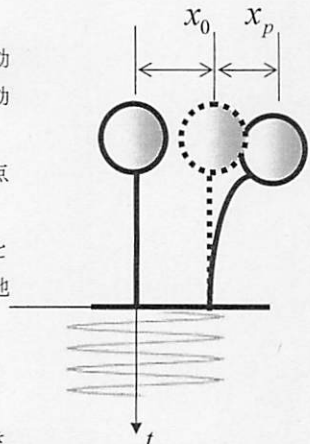

図2-2 線形1質点系
- (2) 図2-2に示す線形1質点系について下記の問に答えなさい。ただし、この1質点系の固有円振動数を ω とし、減衰定数は $h=0.1$ とする。
- (2-1) 図2-2の質点系の基礎に、調和地動変位 $x_0(t) = a_0 \cdot \sin pt$ が作用したとき、調和地動加速度 $\ddot{x}_0(t)$ を式で表しなさい。ただし、 a_0 は地動の片振幅、 p は調和地動の円振動数、 t は時刻である。